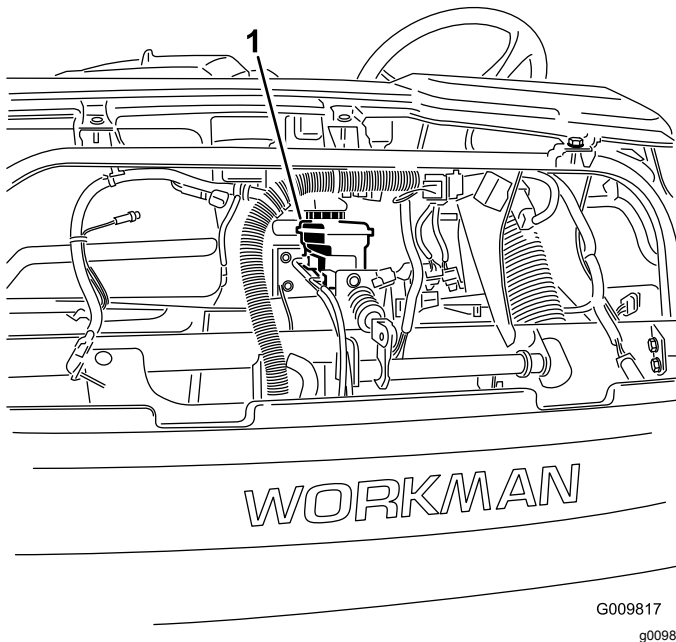

Figura 54
4. Eleve el capó para acceder al cilindro del freno principal y al depósito (Figura 54).